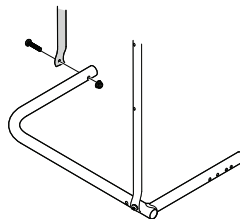

Figura 4
3. Alinee el segundo tubo vertical con el tubo esquinero y asegúrelos usando un tornillo de cabeza troncónica y una tuerca hexagonal, como se ilustra en la Figura 4.